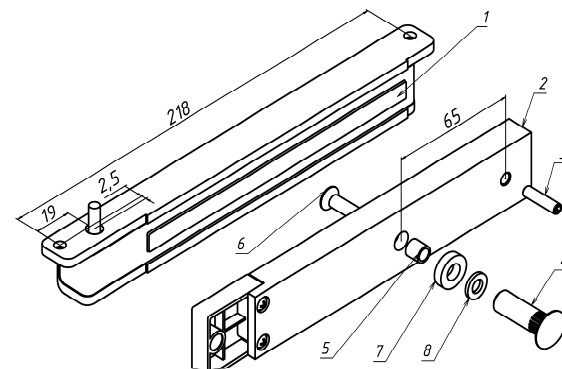

Рисунок 1
**3.1 Комплект поставки** (рисунок 1):
- корпус (1) - 1 шт.
- якорь (2) - 1 шт.